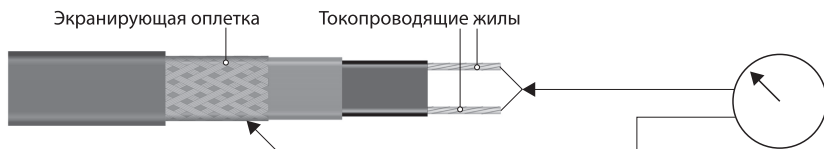

Рис. 4
4.1.13. **Кабели нагревательные саморегулирующиеся имеют температурно-зависимое сопротивление и данные о величине сопротивления не являются достоверным ориентиром для определения присоединенной нагрузки. По этой причине кабели нагревательные саморегулирующиеся проверяются только на сопротивление изоляции нагревательного элемента (измерение производится между токоведущими жилами и экранирующей оплеткой кабеля (см. рис. 4)) и сопротивление оболочки кабеля (измерение производится между экранирующей оплеткой кабеля нагревательного и контуром заземления).**